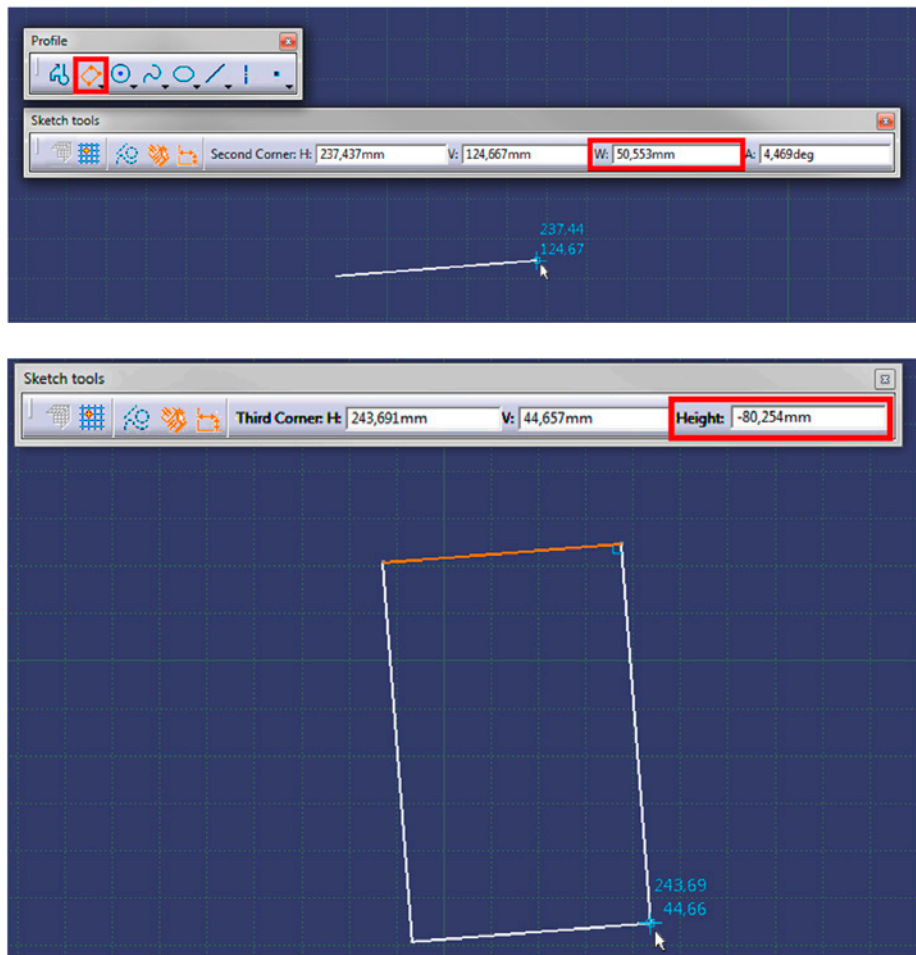

Bild 4.11 In etwa maßstabsgetreues Rechteck
3. Profil erzeugen: Als erste Grundgeometrie wird ein prismatischer Körper mit den Abmaßen 50 mm × 80 mm erzeugt. Um die zweidimensionale Kontur zu definieren, selektieren Sie die Funktion *Oriented Rectangle (Ausgerichtetes Rechteck)* aus der Unterfunktionsgruppe *Predefined Profile (Profilvorgabe)*. Durch Absetzen eines ersten Punktes im Raum wird unter den *Sketch Tools (Skizziertools)* mit Bewegungen der Maus die *Width (Breite)* der ersten Kante angezeigt. Nach Absetzen des zweiten Punktes zur Erzeugung einer der horizontalen Körperkanten wird die *Height (Höhe)* angezeigt (Bild 4.11).